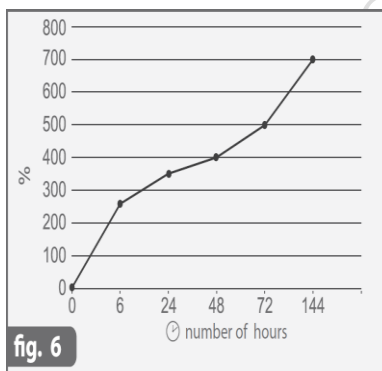

fig. 6
- Protecție activă împotriva infiltrațiilor de apă având o expansiune de peste 450% (fig. 6) ;